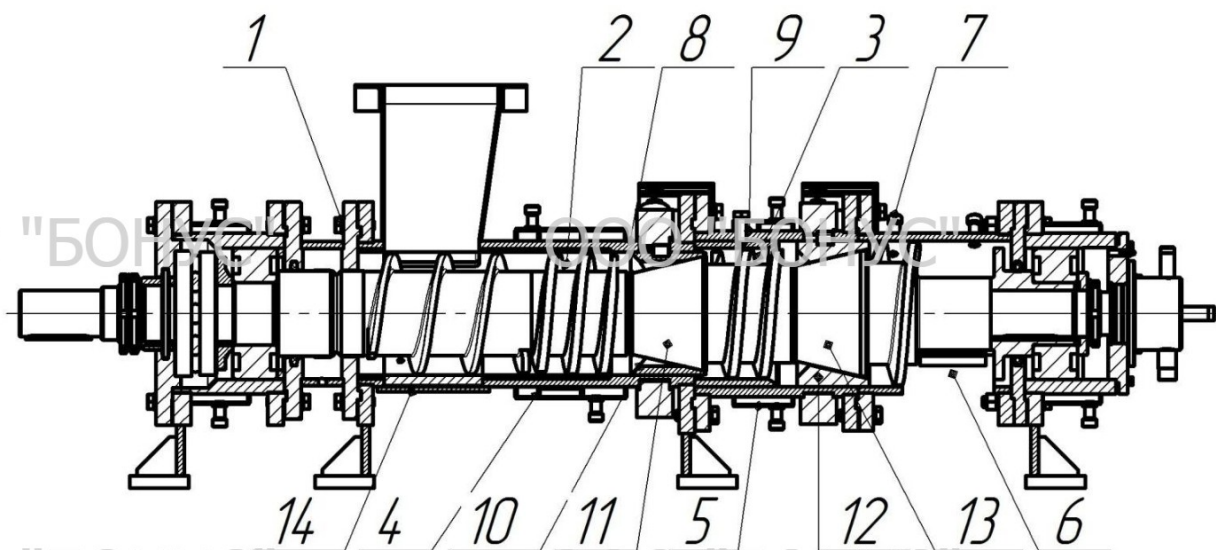

Рис. 2
4.2 ДД (рис.2) – предназначен непосредственно для девулканизации резиновой крошки с производительностью 90÷130 кг/час. ДД - шнековый реактор, состоящий из сборного корпуса 1 с двумя зонами обработки крошки: зоной диспергирования 2, зоной регенерирования 3, снабженные рубашками охлаждения 4, 5, зоной выгрузки 6. В зонах диспергирования и регенерирования расположены терморы 8, 9, косвенно измеряющие температуру регенерируемого материала. В зоне выгрузки 6 может осуществляться впрыск